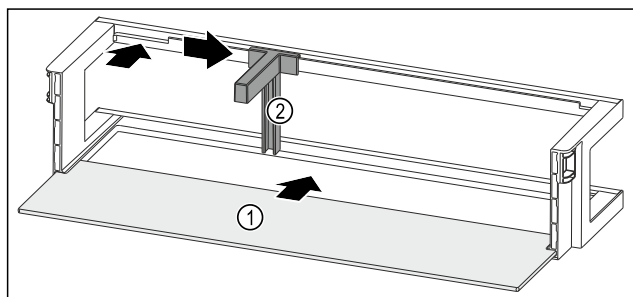

Fig. 125 带搁板的门边存放架
- ▶ 将搁板 Fig. 125 (1) 推入侧面凹槽。
- ▶ 将瓶托 Fig. 125 (2) 装入槽中。
- ▶ 将瓶托 Fig. 125 (2) 推至一侧的所需位置。